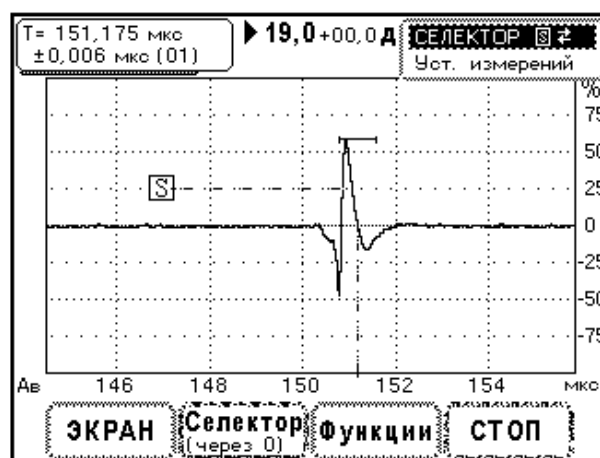

Рис.10.6.11.2. Вид заднего фронта маркерного импульса на экране прибора.
1. Соберите схему измерений как показано на Рис. 10.6.11.1.А. Для подключения оборудования используйте коаксиальные кабели.